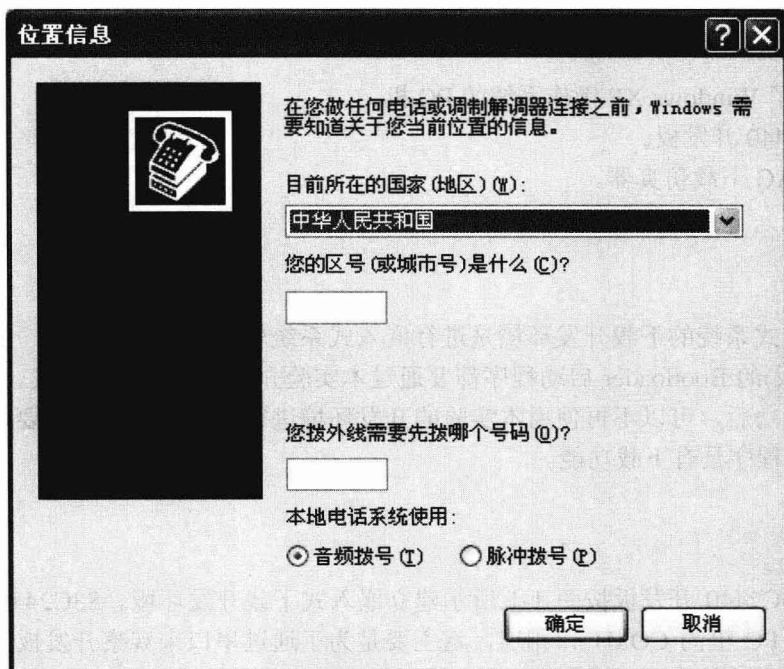

图 1-2 超级终端设置界面
(2) 设置 Windows 的超级终端。
① 依次点击“开始/程序/附件/通讯/超级终端”，打开超级终端程序。在如图 1-2 所示界面中点击“取消”按钮。